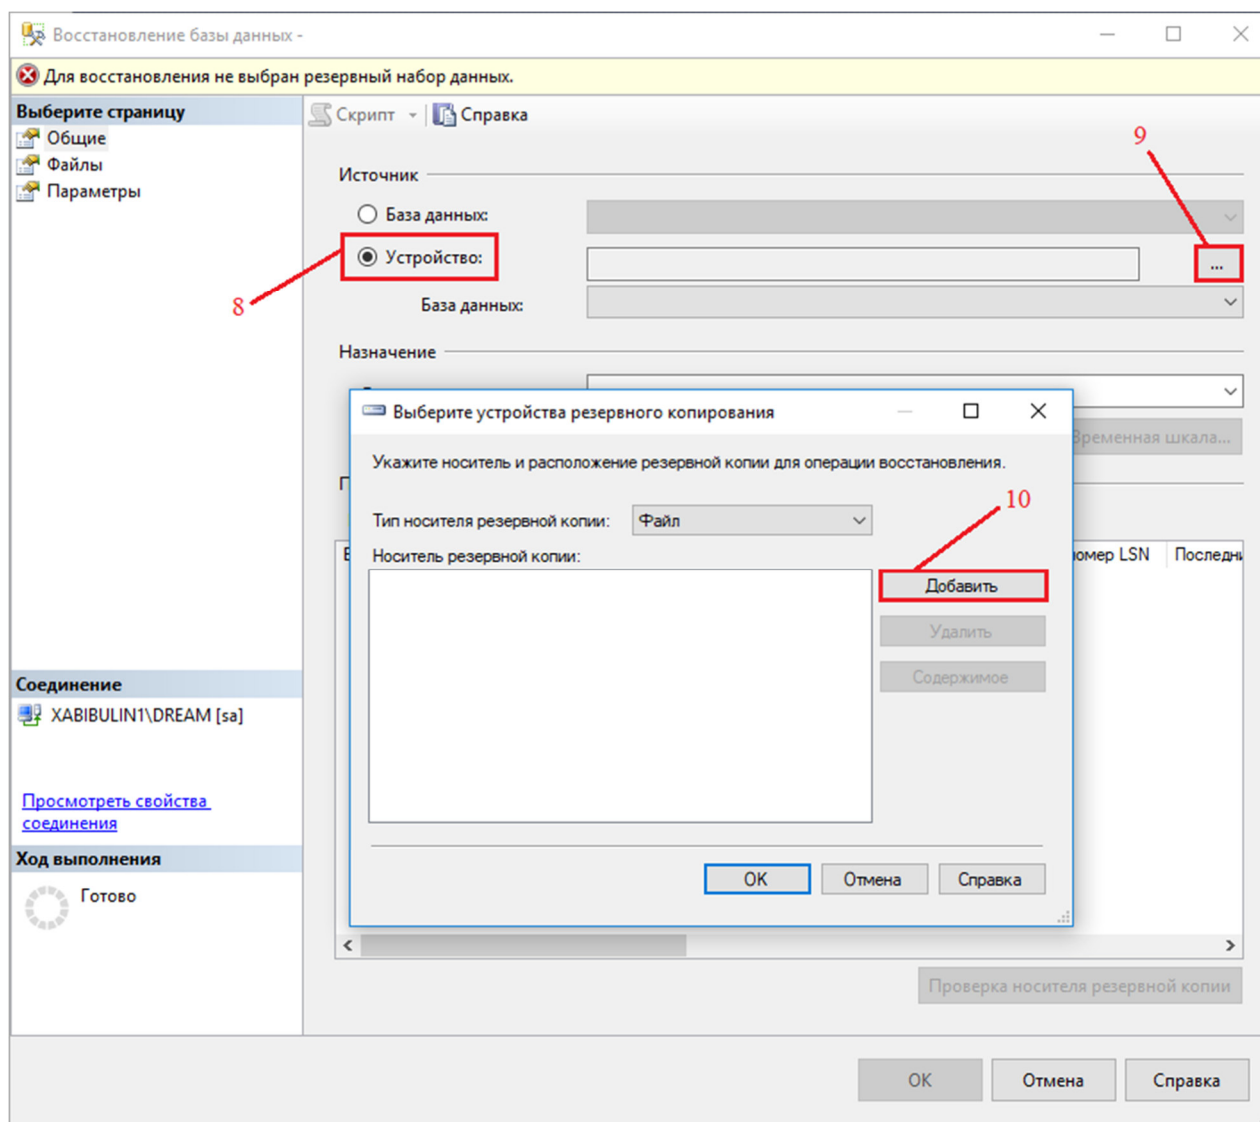

Рисунок 3.1.5
- в открывшемся окне (см. Рисунок 3.1.5) выбрать пункт «Устройство» и нажать на кнопку выбора устройства «...», далее в окне «Выберите устройства резервного копирования» нажать кнопку «Добавить»;